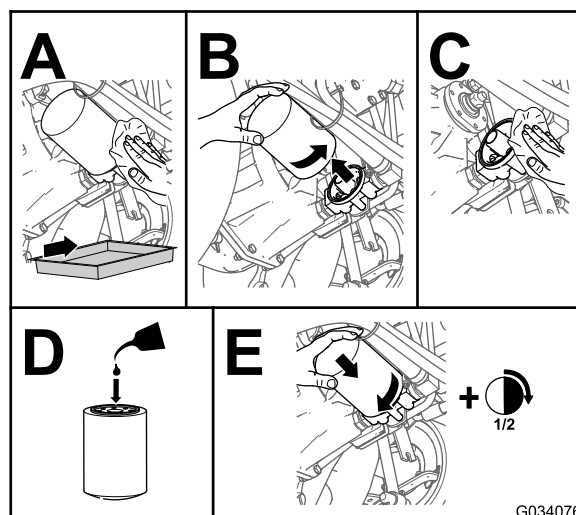

Figure 83
4. Remplacez le filtre hydraulique (Figure 83).